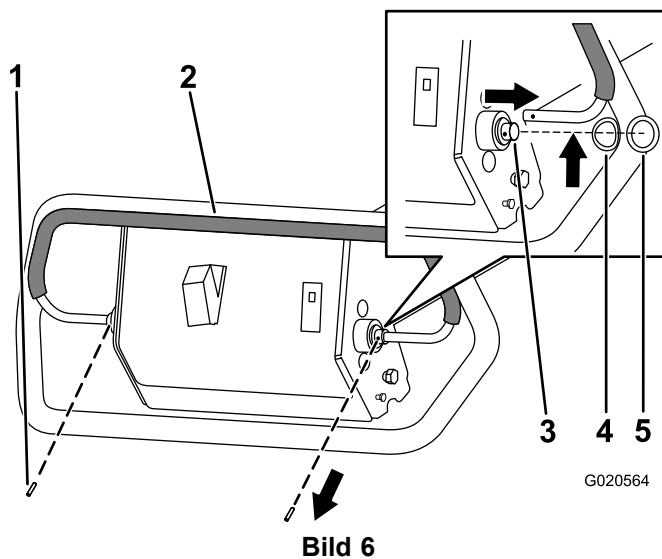

Bild 6
1. Nehmen Sie den Rollstift aus dem linken Ende des Fahrtriebsbügels heraus (Bild 6).
- Nehmen Sie den Rollstift aus dem rechten Ende des Fahrtriebsbügels heraus (Bild 6).
- Heben Sie das linke Ende des Fahrtriebsbügels an und verschieben ihn nach links, bis das linke Ende des Bügels nicht mehr auf dem Drehzapfen ist (Bild 6).
- Schieben Sie den Fahrtriebsbügel nach rechts vom Drehzapfen (Bild 6).
- Entfernen Sie den Fahrtriebsbügel (Bild 6).